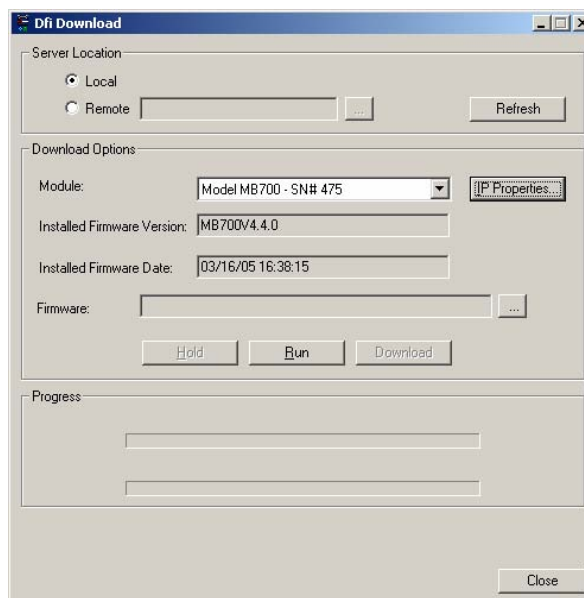

Figura 2.14 – Dfi Download – Tela para Conexão do Módulo (3)
23. Após atribuir o novo endereço de IP, o processo retornará à tela *DfiDownload* (veja a Figura 2.14).